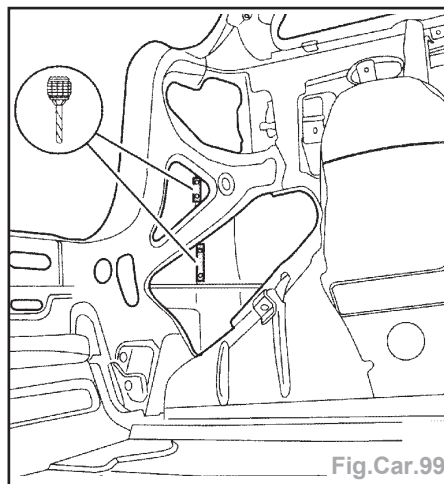

Fig.Car.99
- Percer avec un foret les points de soudure (Fig.Car.99).